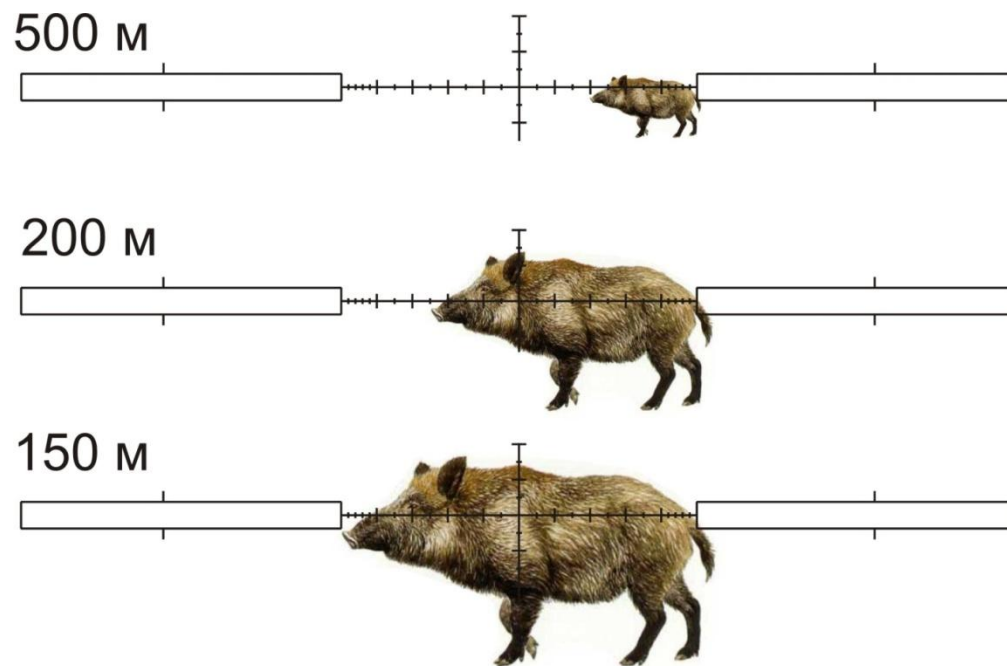

Рисунок 34 – Определение расстояния до цели по сетке «Mil-Dot»
2) Поместите перекрестье прицела так, чтобы одна сторона цели по высоте оказалась на риске «Mil-Dot» (см. рис. 34).